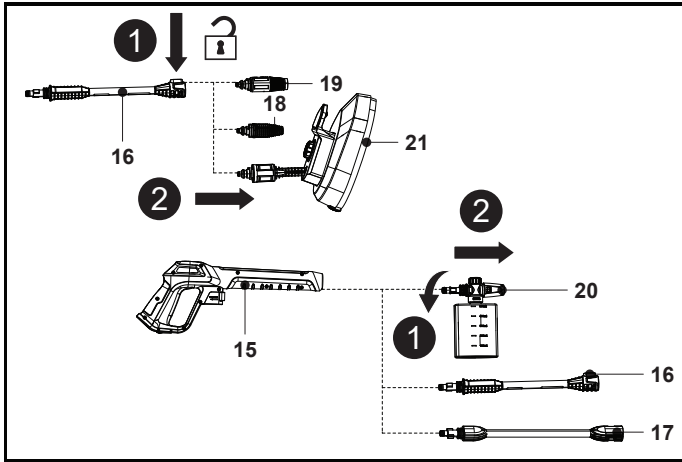

Fig. 19
1. Desconecte la boquilla (18/19/21) de la lanza de prolongación (16). Desconecte la boquilla de la botella de detergente (20), la lanza de prolongación (16) y la barra de extensión (17) de la pistola pulverizadora (15) (Fig. 19).